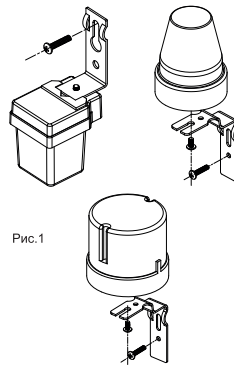

Рис.1
• Смонтированное на крепёжном уголке фотореле установите на месте установки. Фотореле 25871 1, 25872 8 устанавливается основанием вниз, фотореле 25870 4 устанавливается основанием вверх рис.1.
- коричневый провод - фаза (L);
- синий провод - нейтраль (N);